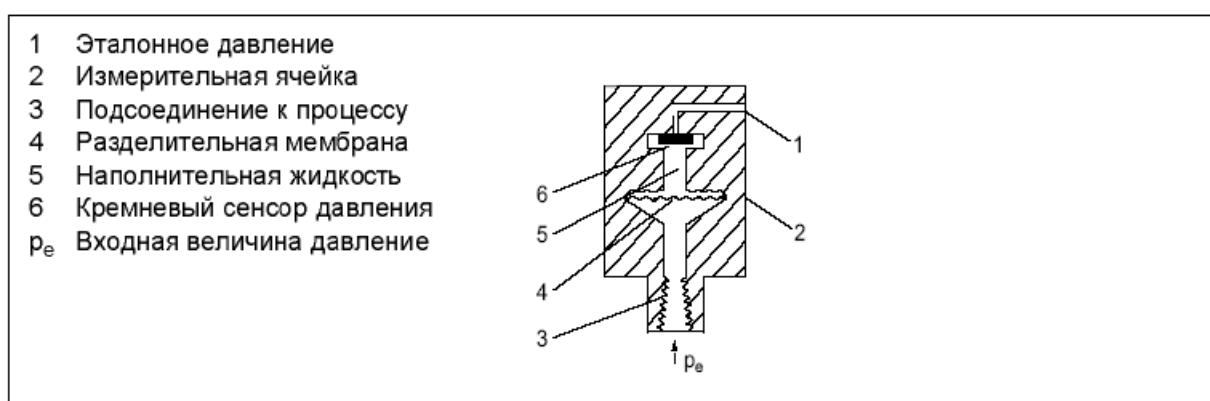

Рис.5 Измерительная ячейка давления, функциональная схема
Давление p_e через подсоединение к процессу (3, рис.5) подается на измерительную ячейку (2). После этого оно через разделительную мембрану (4) и наполнительную жидкость (5) передается на кремневый сенсор давления (6), отклоняя тем самым его измерительную мембрану. Четыре установленных на измерительную мембрану по мостовой схеме пьезо-сопротивления изменяют благодаря этому свою величину сопротивления. Изменение сопротивления вызывает выходное мостовое напряжение, пропорциональное входному давлению.